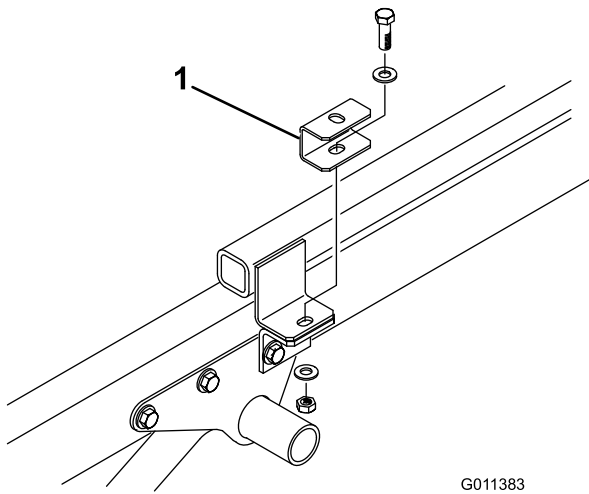

Figura 7
4. Fixe um espaçador de montagem ao topo de cada patilha de suporte de engate com parafuso, 2 anilhas de cabeça chata e a porca de bloqueio previamente removidos (Figura 7).
5. Posicione a máquina no chassi do veículo, alinhando os orifícios nos suportes de montagem traseiros com os orifícios em cada lado da estrutura (Figura 7).